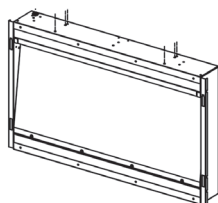

Abbildung 7
- An der Unterseite des Kamingehäuses befinden sich vier Löcher (siehe Abbildung 7).